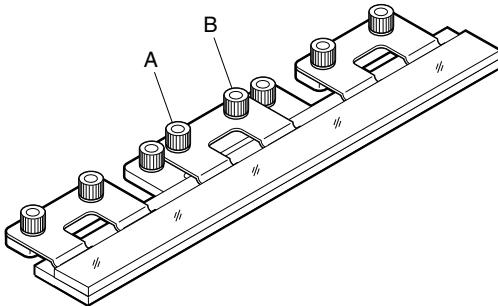

Abb. 3-7
- 5 Lassen Sie den Maßstab für etwa eine Stunde oder länger in dem in Abb. 3-7 gezeigten Zustand, bis sich seine Temperatur stabilisiert.